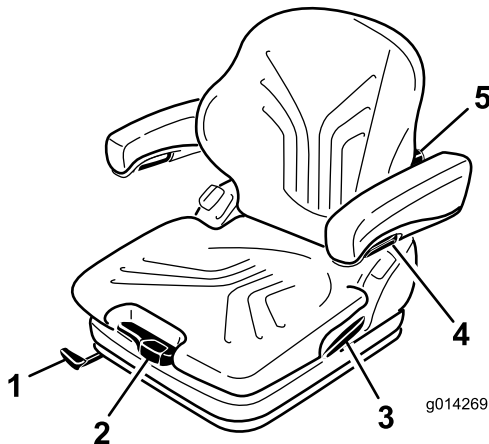

Figura 31
O banco é ajustado ao peso do condutor puxando ou carregando na alavanca de ajuste de peso (Figura 31).
1. Para ajustar, desloque a alavanca para cima e desbloqueie o banco (Figura 31).
Rodando o manípulo de ajuste para cima, a curvatura na parte superior da almofada do apoio lombar pode ser ajustada. Rodando o manípulo de ajuste para baixo, a curvatura na parte inferior da almofada do apoio lombar pode ser ajustada (Figura 31).
Para ajustar a altura dos apoios dos braços, separe a tampa redonda (Figura 31) da cobertura, desaperte a
Para ajustar o ângulo dos apoios dos braços, rode o manípulo de ajuste (Figura 31).
Puxe a alavanca de bloqueio para libertar o trinco do apoio lombar (Figura 31). Ao libertar o trinco do apoio lombar, não aplique força no apoio pressionando contra ele.